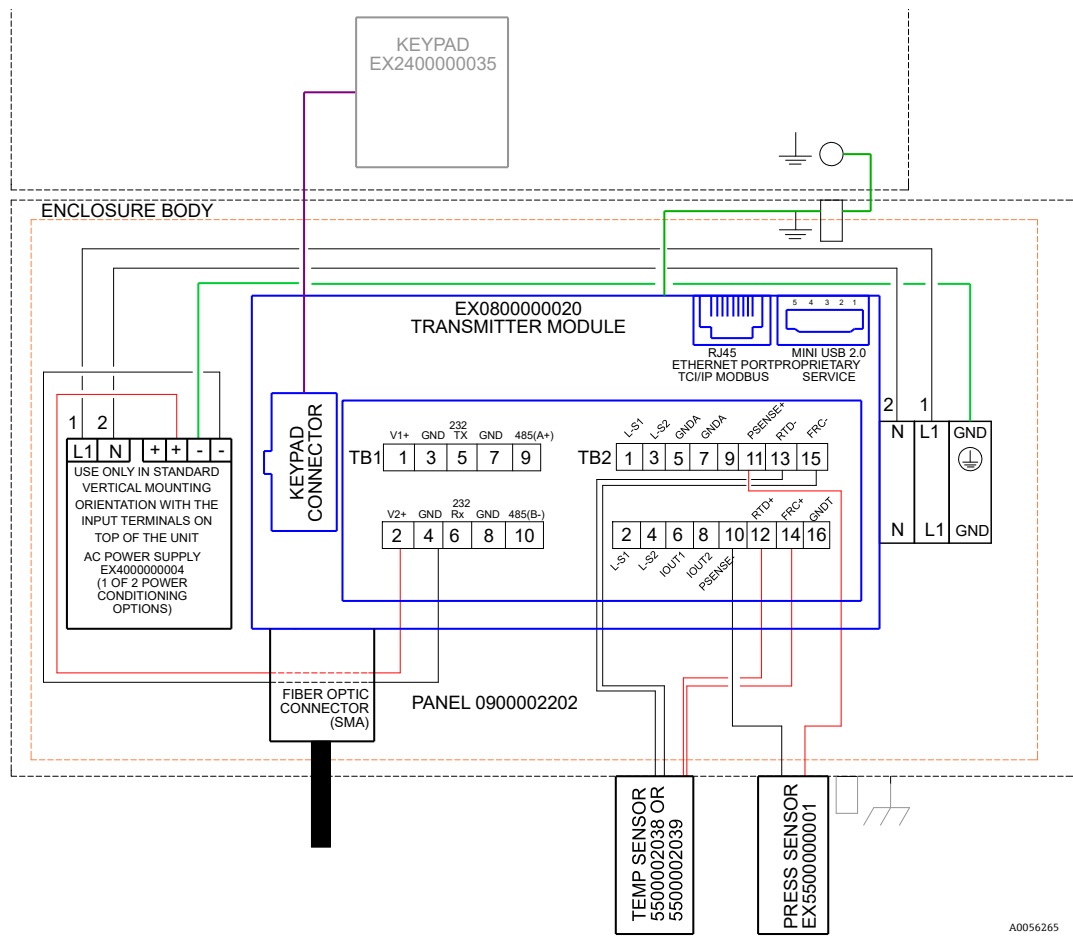

图 9. TB1/TB2 连接
使用用户自备电缆进行电流回路和报警信号连接。参见图 9. TB1/TB2 连接。
- 将 IOUT1 和 IOUT2 (4...20 mA) 连接至端子 6 和 8（参见图 9 和表 1. 端子接线排 TB2）。